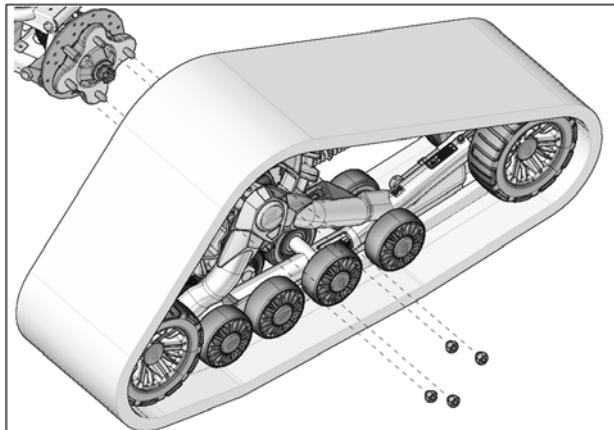

Fig. 12
- Secure undercarriage to rear hub using the vehicle's wheel nuts. See Fig. 12
6. Using the vehicle's wheel nuts, secure undercarriages to front wheel hubs. The procedure and precautions are the same as for rear units. Refer to Fig. 12
6. Au moyen des écrous de roue d'origine du véhicule, boulonner chaque système de traction au moyen de route avant. La marche à suivre est les précautions sont les mêmes qu'à l'arrière. Voir la Fig. 12